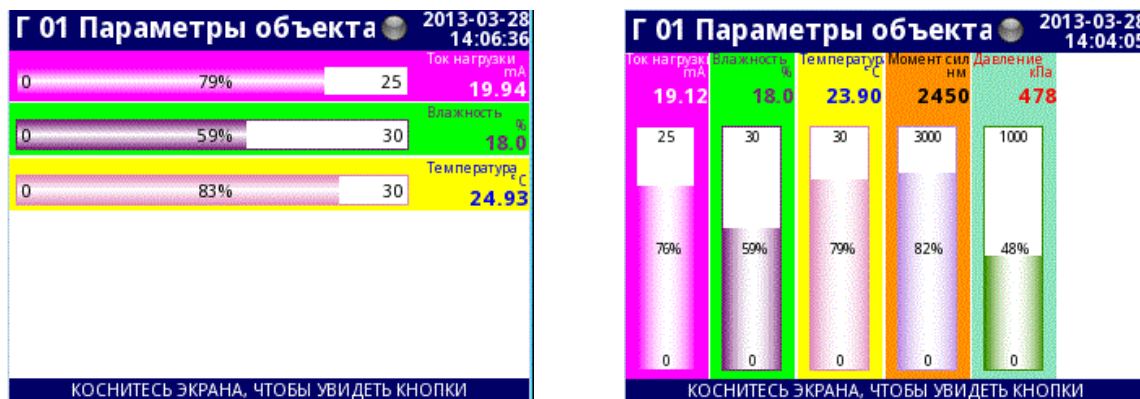

Рисунок 2.11
- в виде горизонтальных гистограмм (рисунок 2.11);
- в виде вертикальных гистограмм (рисунок 2.11);